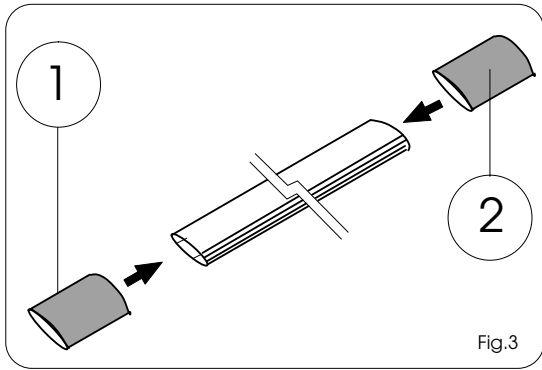

Fig.3
- 4) Alloggiare alla sua estremità una guaina termoretraibile. (Fig.3 rif.1).
- 8) Posizionare sulla striscia sensibile una nuova guaina termoretraibile (Fig.3 rif.2).
- 4) Place on its side an heat-shrink sheaths (Fig.3 ref.1).
- 8) Position a new heat-shrink on the sensitive strip (Fig.3 ref.2).
- 4) Positionner sur un des deux bouts une gaine thermo-rétractable (Fig. 3 - réf.1).
- 8) Placer sur la bande sensible un nouveau tube avec gaine (Fig. 3 - réf. 2).
- 4) An seinem Ende einen Schrumpfschlauch anbringen (Abb.3 Bez.1).
- 8) Auf dem Fühlstreifen einen neuen Schrumpfschlauch positionieren (Abb.3 Bez.2).
- 4) Colocar en el extremo una funda termorretractable (Fig.3 ref.1).
- 8) Coloquen sobre la tira sensible una funda termorretractable (Fig.3 ref.2).